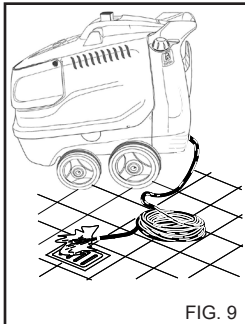

FIG. 9
**de eerste start van de hogedrukreiniger zonder lans ge- beuren, waarbij men enkele seconden water laat weglopen. Eventuele onreinigheden kunnen de spuitmond verstoppem en de werking ervan verhinderen (Fig. 9).**